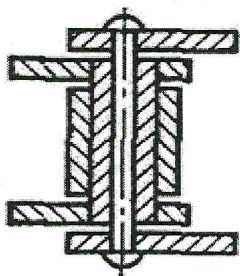

Рис. 12.
**61. Как называется цепь, шарнир которой в разрезе изображен на эскизе (рис. 12)?**